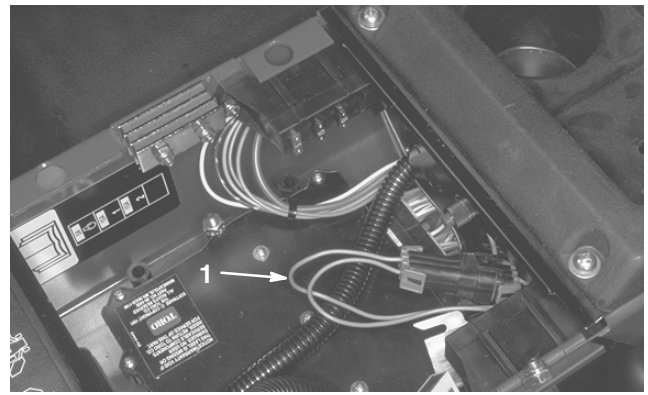

Bild 28
2. Öffnen Sie die Armaturenbrettdeckung. Ermitteln Sie den Kabelbaum und die Stecker in der Nähe des Controllers. Ziehen Sie den Rückführungsstecker vorsichtig aus der Kabelbaumbüchse (Bild 28).
3. Schließen Sie die ACE-Diagnostikanzeige an den Kabelbaum an (Bild 28). Stellen Sie sicher, dass sich das richtige Overlayschild auf der ACE-Diagnostikanzeige befindet.